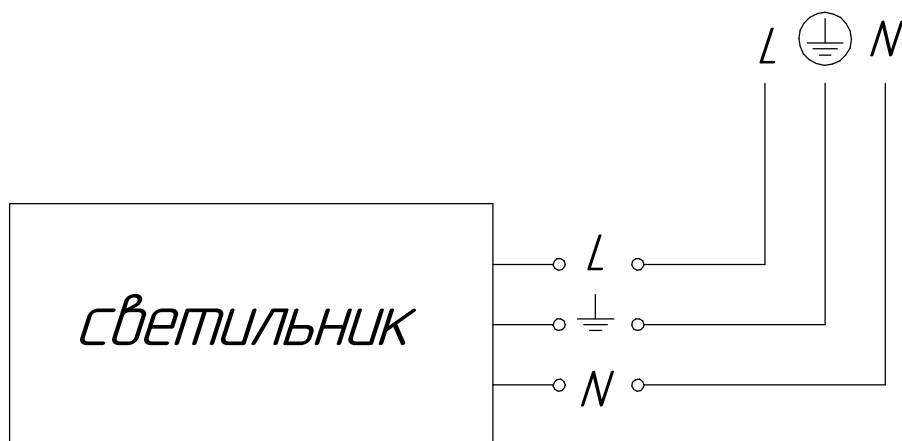

Рисунок 2 - Схема подключения светильников
5.5 Подключение светильника производить согласно схемы (рисунок 2).